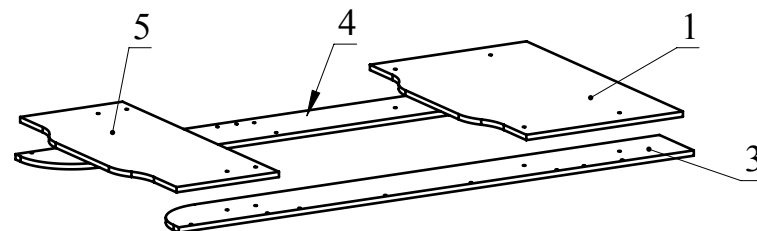

Рис.4
5. Соедините при помощи стяжек винтовых М6 детали 1, 5 с деталями 3, 4; детали 1, 6 с деталями 3, 4 (Рис. 4).